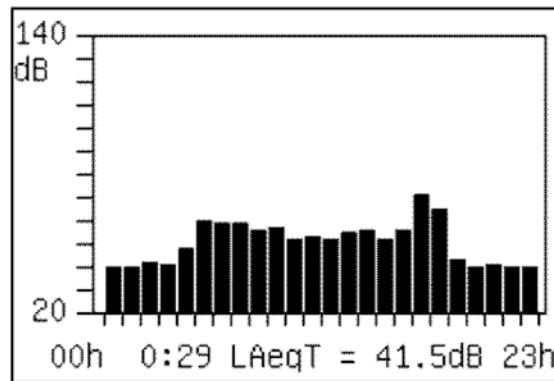

Fig. 45: Visualizzazione grafico distribuzione valori analisi "24H"
2. Premere il tasto  per visualizzare in dettaglio i valori di ogni intervallo considerato (ex: 8 intervalli nella Fig. 45). Premere i tasti  o  per passare a pagine successive e i tasti  o  per la visualizzazione dei valori dei parametri **L_d**, **L_n** e **L_{dn}**